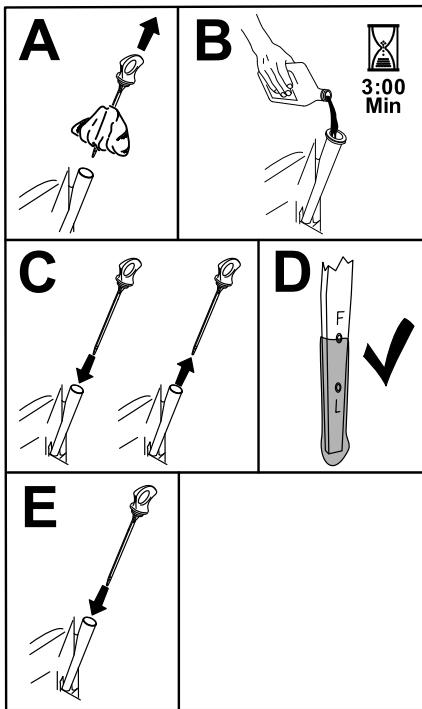

Figura 44
6. Versate lentamente circa l'80% dell'olio indicato nel tubo di rifornimento e sempre con cautela rabboccate l'olio necessario per portarlo alla tacca di Pieno (Figura 44).